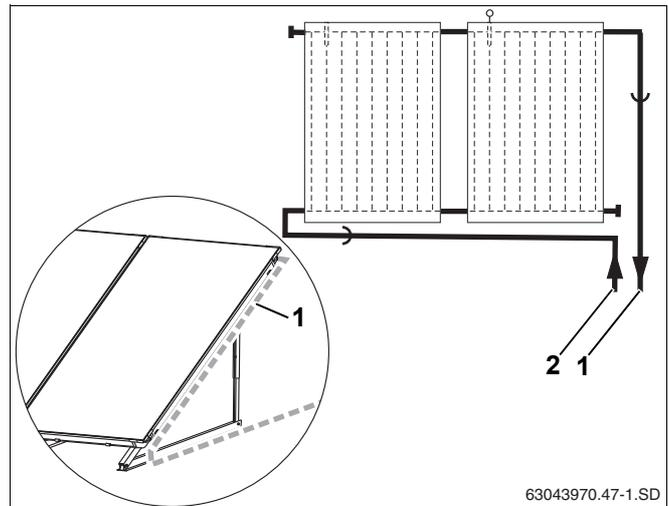

Рис. 55 Подвод сборных линий к полю коллектора
- ▶ Проведите подающую линию (рис. 55, **поз. 1**) вдоль коллектора, а не вертикально вниз.